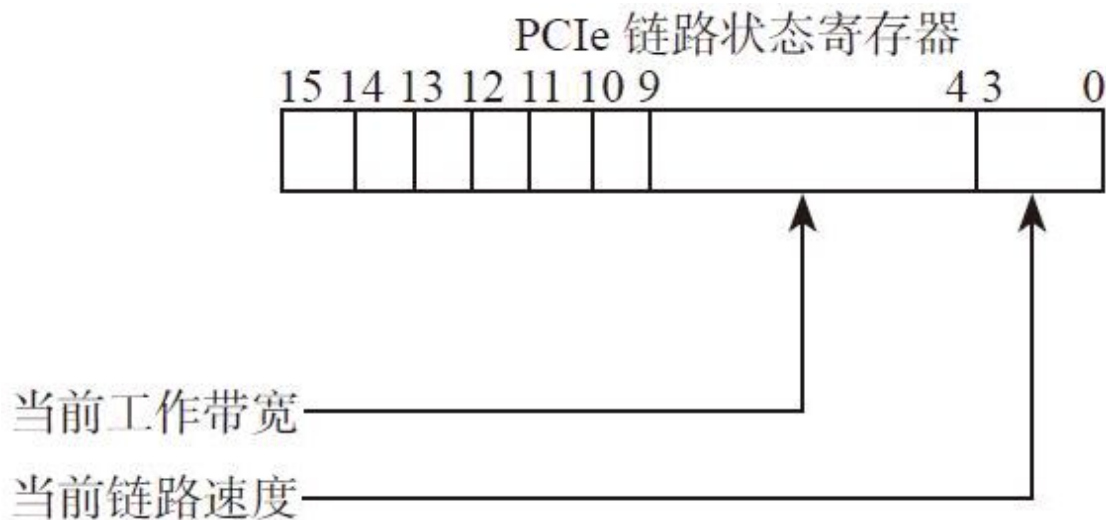

图7-22 PCIe Link Status Register
- 4) 开机，检查你的PCIe SSD被OS识别到（过程中可能会提示安装驱动），检查Link Status Register确定link状态是Gen3x4，如图7-22所示。